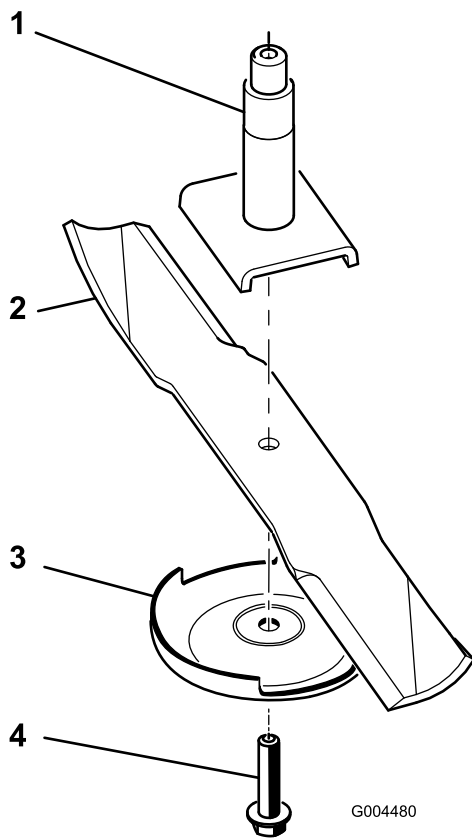

Figure 77
Remarque: Si la lame reste horizontale, elle est équilibrée et peut être utilisée. Si la lame est déséquilibrée, limez un peu l'extrémité de l'ailette seulement (Figure 77). Répétez la procédure jusqu'à ce que la lame soit équilibrée.
- Placez la lame sur l'axe (Figure 77).
- Montez la plaque anti-scalp et le boulon de lame (Figure 77).